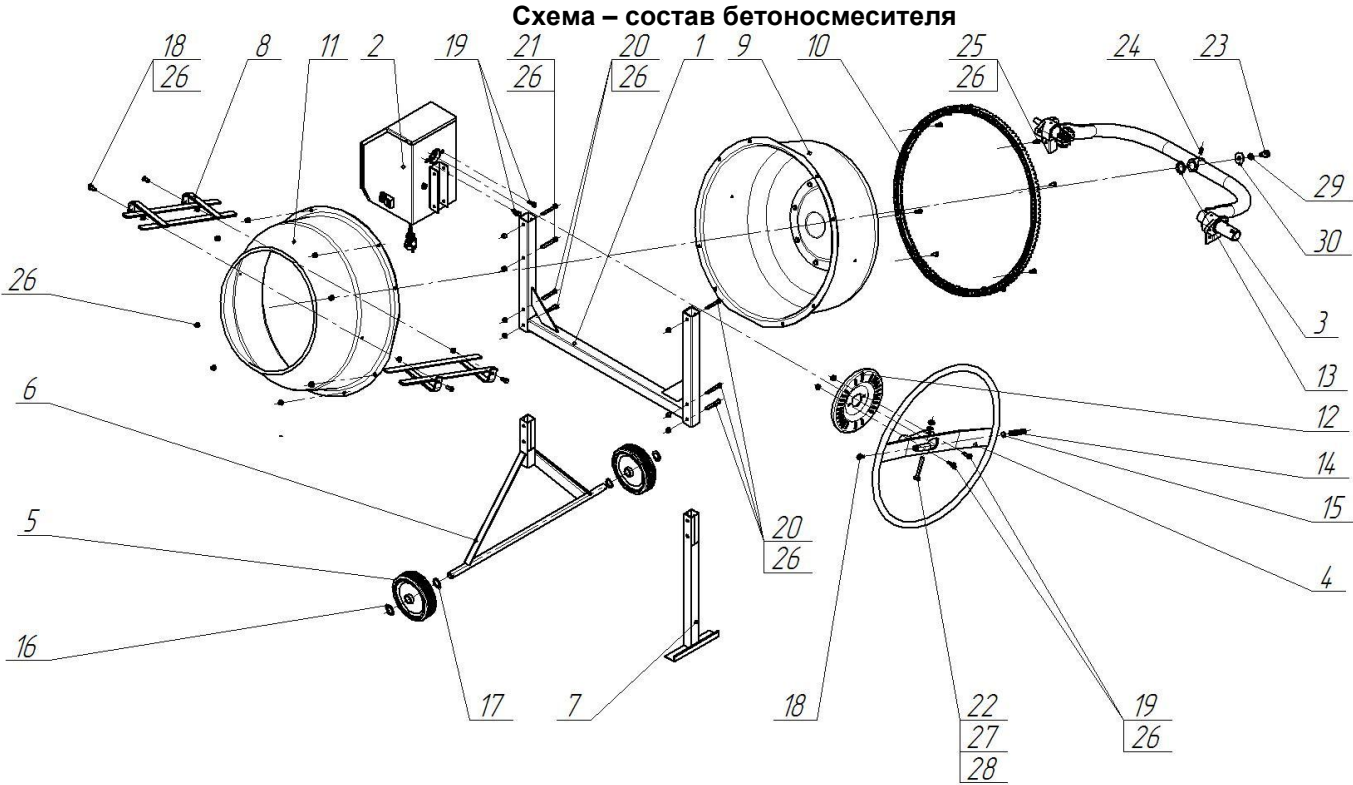

Рис.2.
3. Слабое натяжение пружины. Поворотное колесо не прижимается к диску фиксатора.	3. Отрегулируйте преднатяжение пружины 14 поворотного колеса при помощи болта 18 (рис. 2)
6.2. Выставьте ёмкость бетоносмесителя на выбранный угол диска фиксатора (12) (см. рис.2). Для этого, преодолевая усилие пружины 14, оттяните поворотное колесо 4 на себя и поверните емкость на необходимый угол.